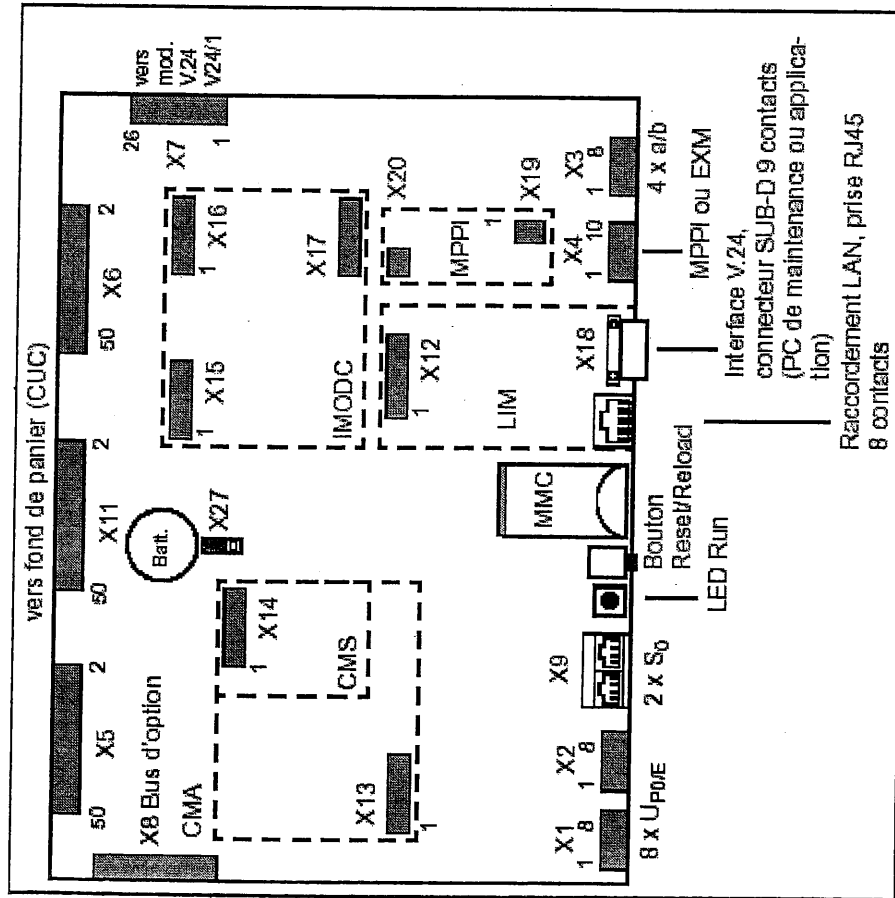

Figure 3-1 Module CBCC (S30810-Q2935-A201)
- CBCC (Central Board with Coldfire Com) S30810-C2935-A201 (figure 3-1) - pour le montage dans HIPath 3550 et HIPath 3350 (boîtier mural)